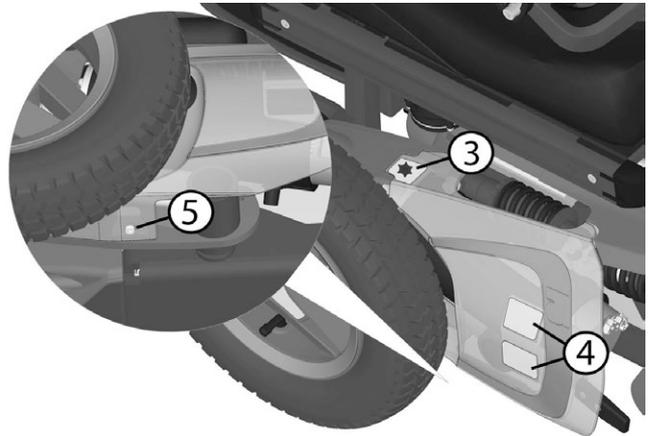

Abbildung 12. Die Abdeckung des Antriebsmotors ist oben mit einem Drehknopf (3) und Klettband an der Seite sowie einem Befestigungspunkt (5) unten angebracht.
Die Abdeckung des Antriebsmotors ist mit einem Drehknopf (3) und Klettband an der Seite sowie einem Befestigungspunkt (5) an der Unterseite angebracht. Siehe Abbildung. 12.
1. Drehknopf (3) abmontieren. Siehe Abbildung. 12.
Die Abdeckung des Antriebsmotors ist oben mit einem Drehknopf (3) und Klettband an der Seite sowie einem Befestigungspunkt (5) unten angebracht. Siehe Abbildung. 12.